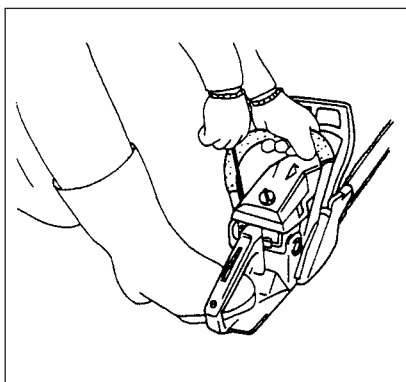

Fig. 2-4
3. Drag sakta i startaren tills Du känner kompressionsmotstånd, och drag sedan kraftigt samtidigt som Du ser till att Du har handtaget kvar i handen och inte låter det släppas tillbaka. (Fig. 2-4)